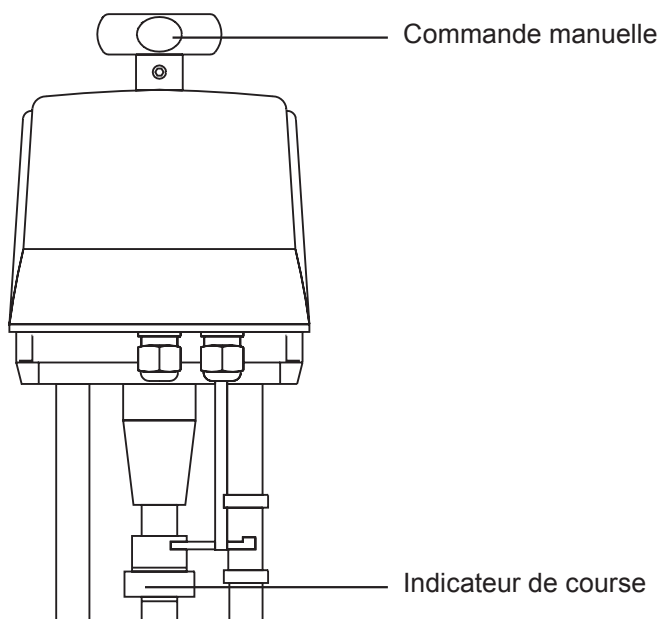

Fig. 6
1. Pour une vanne de régulation actionnée électriquement, utiliser la commande manuelle sur le dessus de l'actionneur pour monter et descendre la tige de l'actionneur entre les deux indicateurs de course situés sur le côté de la colonne (figure 6).